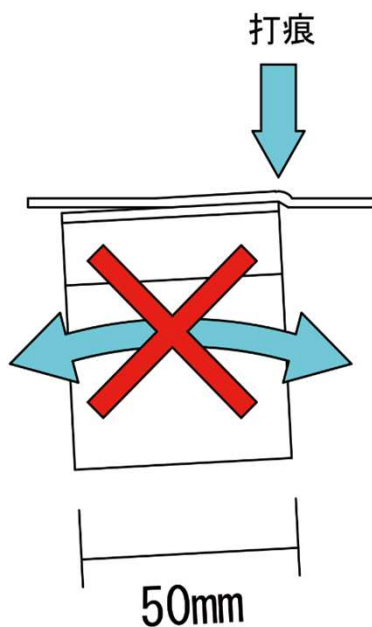

図2-1
- ・ブラケット同士のレベルと同時にブラケット自体の短手方向の水平も必ず取ってください。水平ではない場合、笠木表面に打痕が出る場合があります。（図2-1 参照）